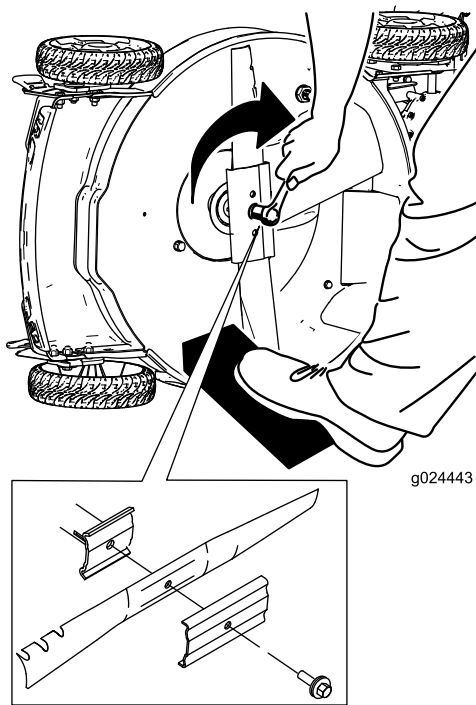

Figuur 31
3. Gebruik een blok hout om het mes stil te houden (Figuur 31).
4. Verwijder het mes en bewaar alle bevestigingselementen (Figuur 31).